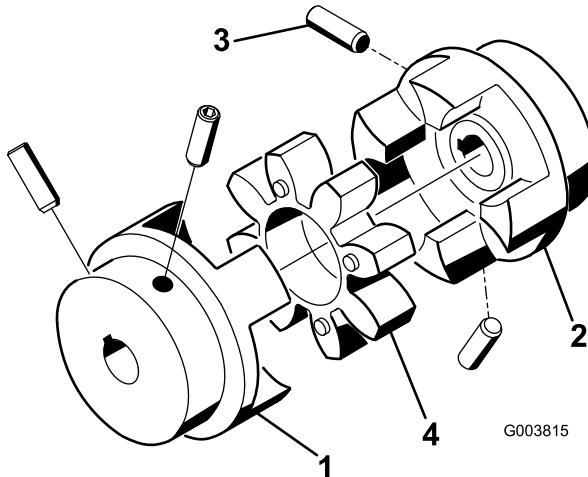

Figura 10
Nota: Certifique-se de que a aranha do acoplador (Figura 10) não se encontra no acoplador.
- Aperte os parafusos de afinação que fixam os acopladores do motor e do eixo da ventoinha (Figura 10) com 6,6 a 9,3 Nm.